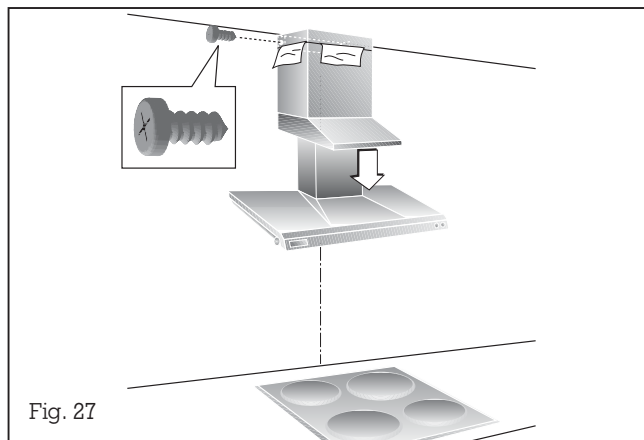

Fig. 27
- Dra ned anslutningsdelen till dess slutgiltiga läge (fig. 27).